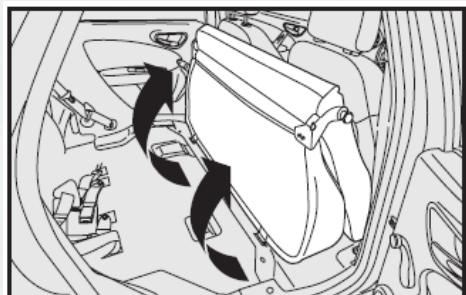

fig. 90
5) Incline hacia adelante el asiento trasero completo de manera que se obtenga una superficie de carga única fig. 90.